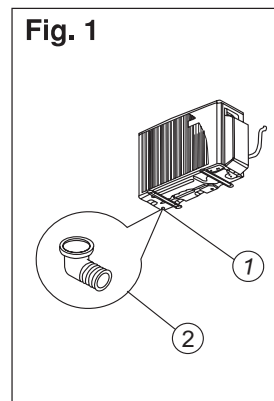

Fig. 2
7. Una vez que la unidad esté instalada en una pared, instale el codo de drenaje de condensados, véase las fig. 1 y fig.2.